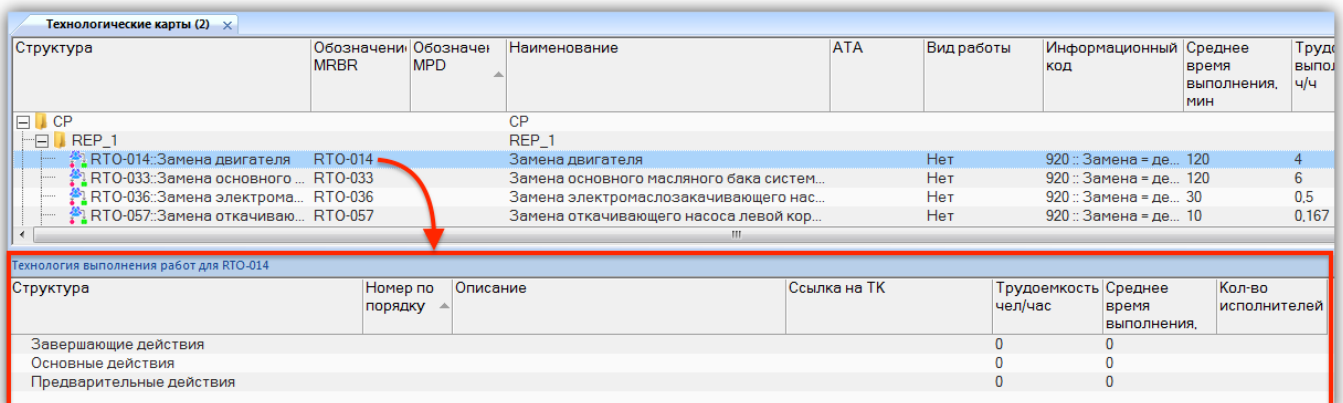

Рис. 12-65 – Окно связанных объектов «Технология выполнения» для выбранной ТК
3) В результате откроется окно связанных объектов «Технология выполнения» для выбранной ТК (рис. 12-65).